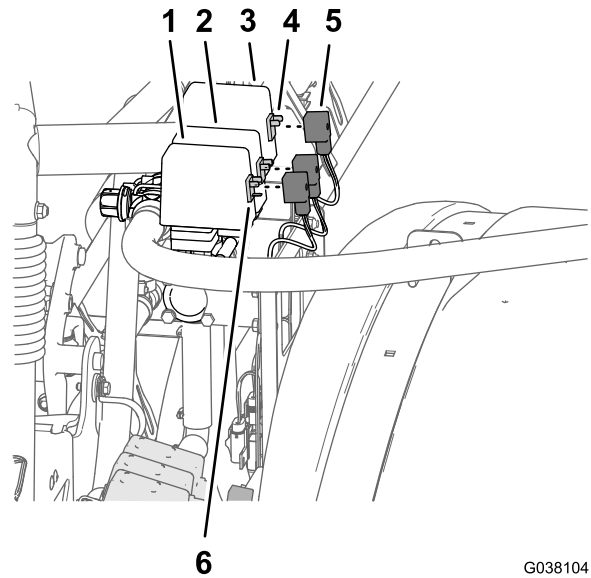

Figure 7
5. Débranchez le connecteur à 3 contacts du faisceau de la vanne (Figure 7).
4. Retirez la vis qui fixe le connecteur à 3 contacts du faisceau étiqueté « MASTER SPRAY VALVE » (vanne de pulvérisation générale) de la vanne de pulvérisation droite (Figure 7).